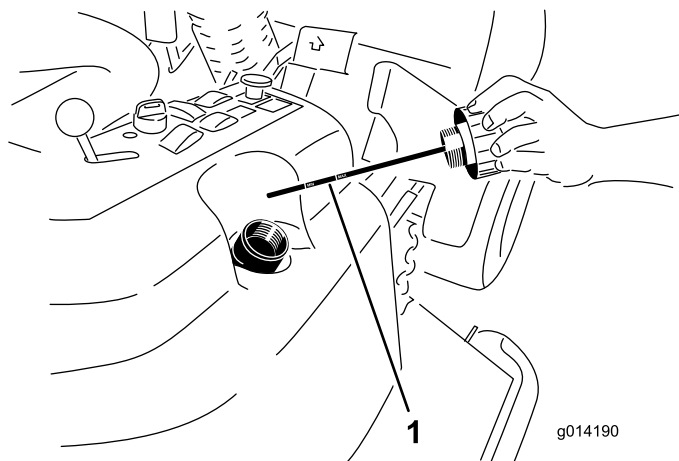

Figure 76
4. Enlevez le bouchon (Figure 76) du goulot de remplissage du réservoir hydraulique.
5. Retirez la jauge et essuyez-la sur un chiffon propre (Figure 76).
6. Vissez la jauge dans le goulot de remplissage, ressortez-la et vérifiez le niveau de liquide (Figure 76).